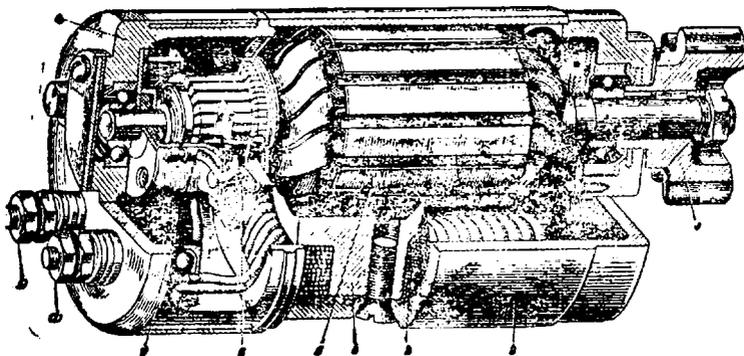

Рис. 48. Генератор Г-11А:
**Генератор\*.** Генератор Г-11А мотоциклов М-61, М-62 и К-750 приводится во вращение от распределительного вала двигателя посредством шестерен. Он представляет собой однополюсную машину постоянного тока с шунтовой (соединенной параллельно щеткам) обмоткой возбуждения. Генератор рассчитан на максимальную нагрузку 7 а при напряжении 6,5 в, мощность генератора 45 вт. Генератор Г-11А (рис. 48) состоит из корпуса с одним